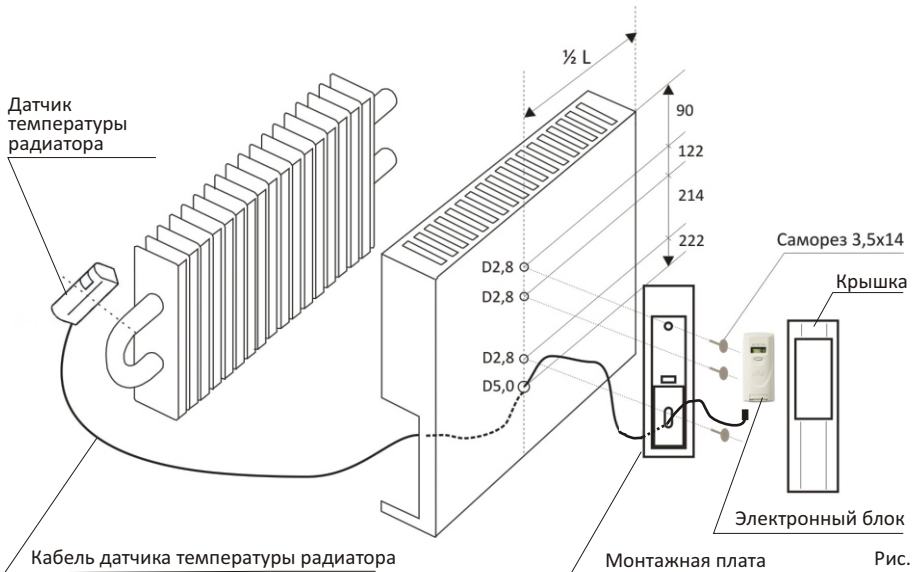

Рис. 17
3. Закрепить выносной датчик распределителя на калаче конвектора как показано на рис. 17, 18.